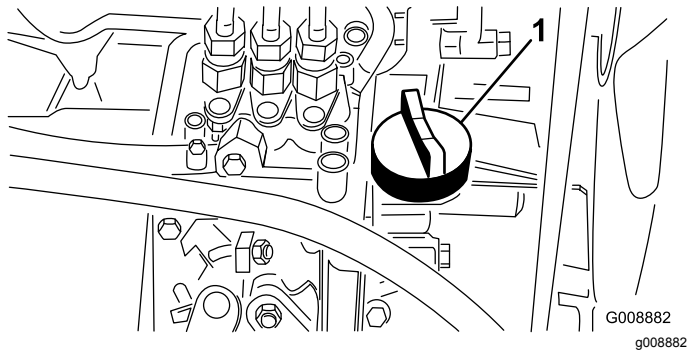

Figura 37
4. Se o nível do óleo for baixo, retire a tampa de enchimento (Figura 37) e adicione gradualmente pequenas quantidades de óleo, verificando constantemente o nível, até que este alcance a marca FULL na vareta.